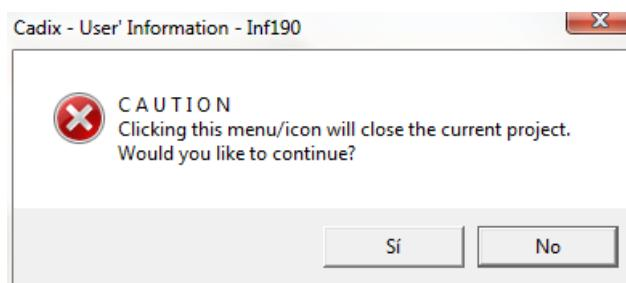

Figura 5.80: Advertencia para cerrar el proyecto
**Cerrar el proyecto actual:** si se quiere cerrar el proyecto actual se utiliza éste icono pinchando sobre él. En ese caso aparecerá una ventana, mostrada en la figura 5.80, que avisa de que se tenga cuidado ya que con éste icono se cerrará el proyecto actual, si se desea continuar y cerrar el proyecto seleccionar “Sí” en caso contrario presionar “No” y el proyecto seguirá abierto y disponible para continuar con su manejo.